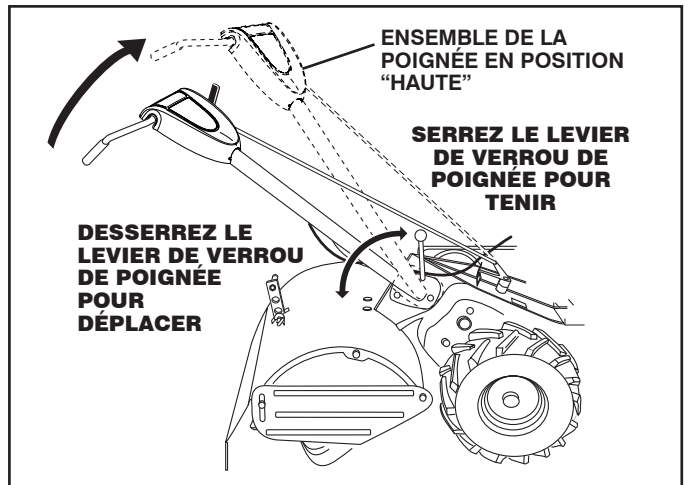

Fig. 4
- Pivotez vers en bas l'ensemble de la poignée. Insérez premièrement le boulon de chariot arrière, avec la tête du boulon sur le côté gauche de la motobineuse et montez lâchement l'écrou frein (Voir la fig. 4).